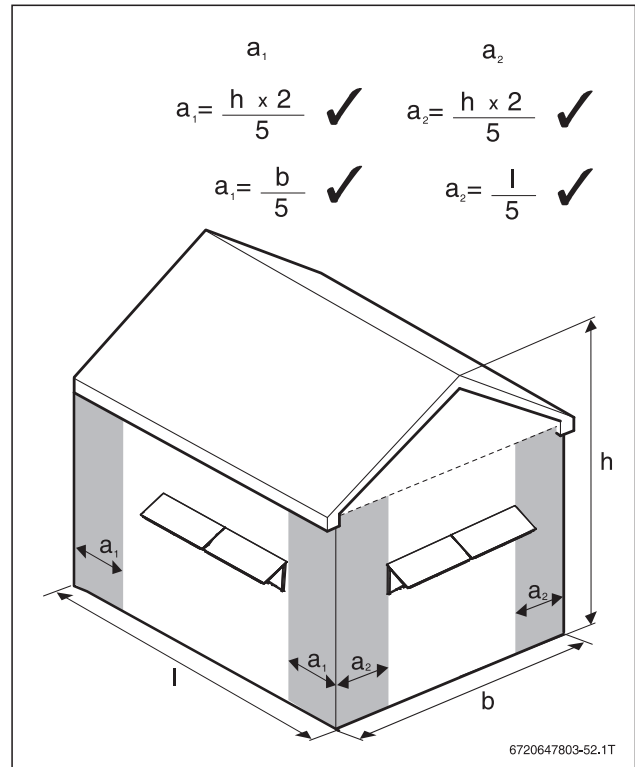

Bild 225 Einzuhaltende Abstandsmaße
- ▶ Abstand der Kollektorreihe vom Rand der Fassade gemäß Bild 225 ermitteln.